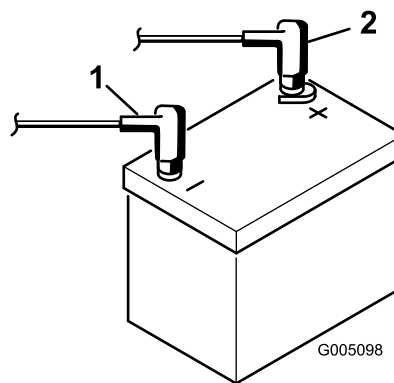

Figure 7
9. Raccordez le câble positif (rouge) de la batterie à la borne positive (+) et le câble négatif (noir) à la borne négative (–) et fixez-les en place avec les boulons et les écrous (Figure 7). Placez le capuchon en caoutchouc sur la borne positive pour éviter les courts-circuits.